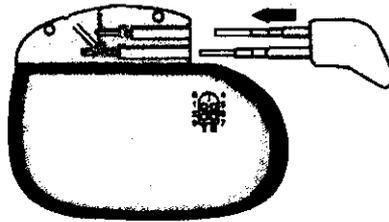

Figura 14. Inserte el enchufe de conexión en la toma sin utilizar del neuroestimulador.
- 1 electrodo, 1 extensión: inserte el enchufe de conexión del neuroestimulador en la toma sin utilizar (preferiblemente la toma II) del bloque de conexión del neuroestimulador y apriete los tornillos de fijación (Figura 14).